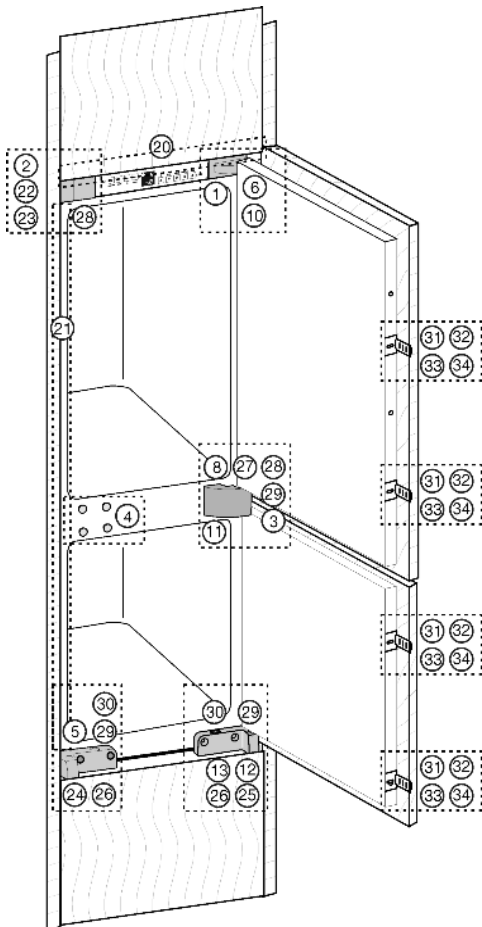
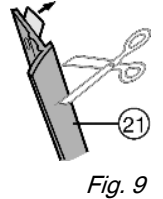
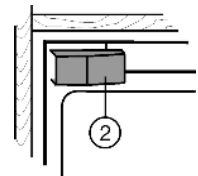

Fig. 6
Fig. 9
Fig. 10
- ▶ Colar a moldura de cobertura Fig. 9 (21) do lado da pega e junto à parte frontal, na parede lateral do aparelho: Retirar a película de protecção e colar a moldura de cobertura.
- ▶ Se necessário, encurtar a moldura de cobertura Fig. 9 (21) à altura do nicho.
- ▶ Colocar a moldura de cobertura Fig. 9 (21) exactamente abaixo do ângulo de fixação Fig. 6 (22).
- ▶ Remover a cobertura Fig. 10 (2). Na primeira montagem:
- ▶ Retirar a cobertura Fig. 6 (3) do apoio central Fig. 10 (11).